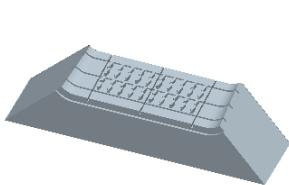

图 16.22 滑块体积块 1
Step3. 在“体积块分割”操控板中单击 **体积块** 按钮, 在“体积块”界面中单击 **2 体积块_2** 区域, 如图 16.22 所示, 然后在选中的区域中将名称改为 slide_vol_1; 在“体积块”界面中取消选中其余体积块。